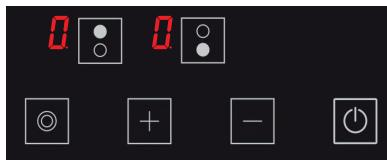

Figure 19
- 3.** L'icône **D** s'affiche sur tous les écrans. (voir Fig. 19) Les icônes **D** et **H** s'affichent en alternance si une plaque de cuisson est toujours chaude.